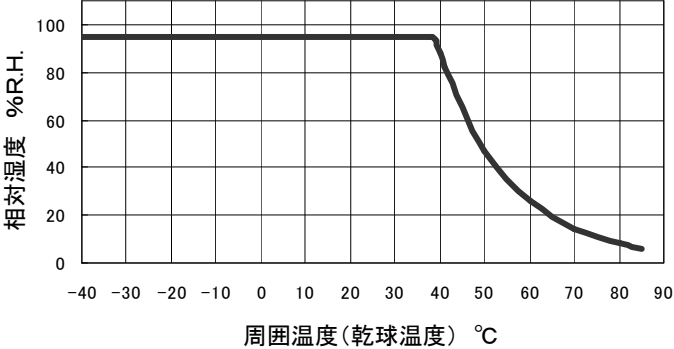

図2 湿度デレーティングカーブ
- 湿度範囲 : H 95%R.H. (但し、湿球最大温度 38°C 、図2参照)